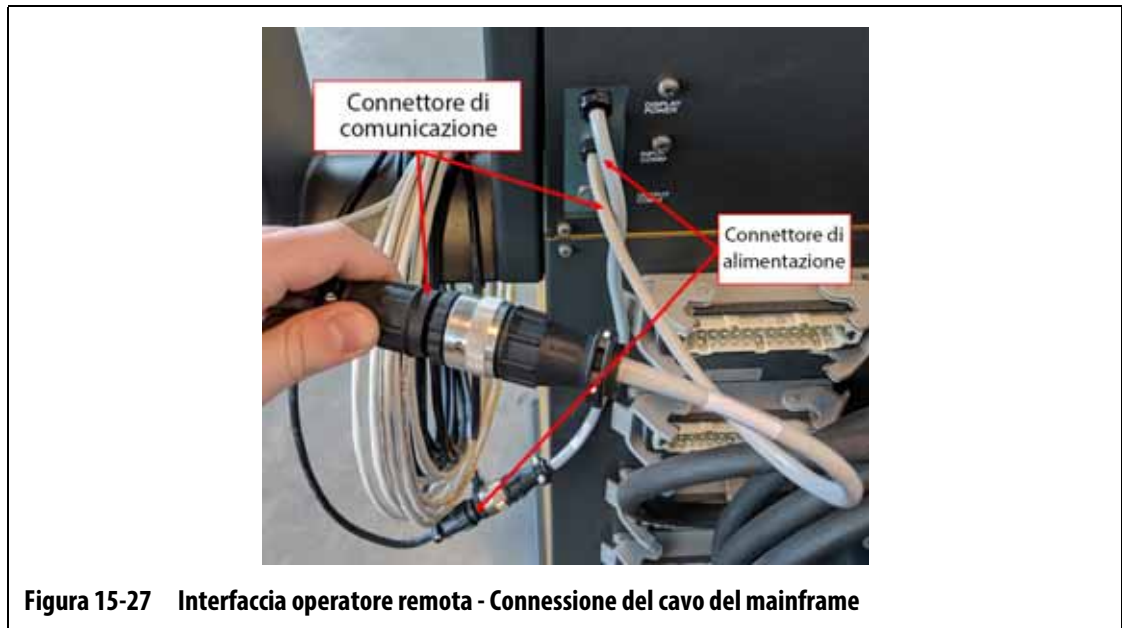

Figura 15-27 Interfaccia operatore remota - Connessione del cavo del mainframe
5. Connettere l'estremità femmina del cavo di comunicazione da 7,6 m (25 ft) al connettore di comunicazione maschio sul retro del mainframe della centralina. Consultare la Figura 15-27.
6. Connettere l'estremità maschio del cavo di alimentazione da 7,6 m (25 ft) al connettore di alimentazione femmina sul retro del mainframe della centralina. Consultare la Figura 15-27.